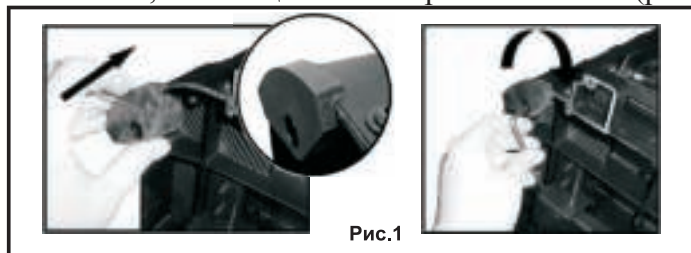

Рис.1
6.3 В комплекте к рубанку поставляются 4 резиновые ножки. Переверните рейсмус, в каждом из четырёх углов днища рубанка можно обнаружить резьбовые отверстия. Приложите ножку таким образом, чтобы отверстия на ножке и основании станка совпали. Плотнo прикрутите ножку к основанию болтами, с помощью шестигранного ключа (рис. 1).